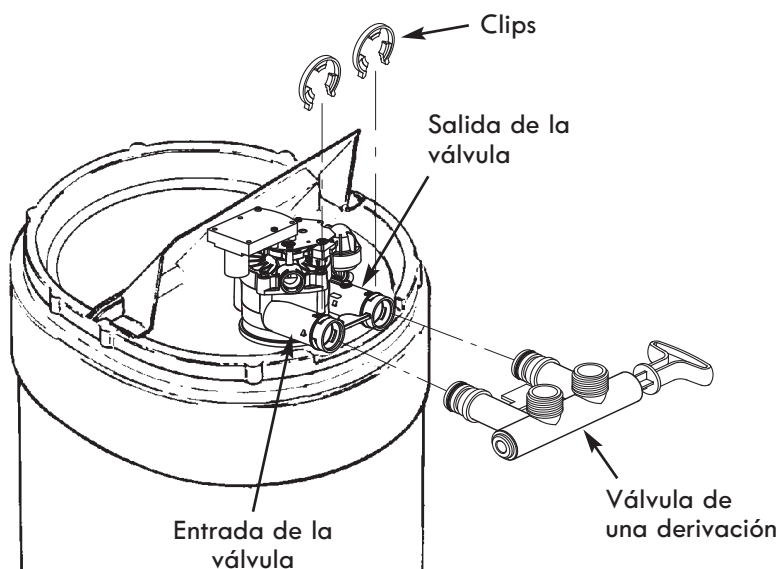
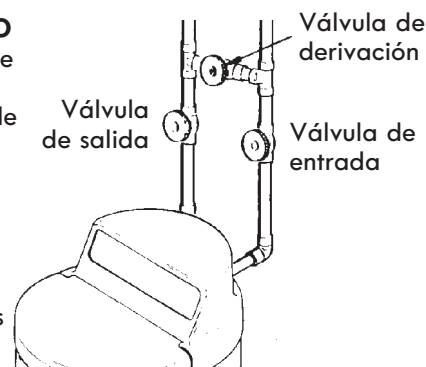

Figura 6
Figura 13
**NOTA:** Siempre instale una válvula de una derivación (incluida), tal como se muestra en la Figura 6; o bien, si lo desea, puede comprar y armar las piezas para un sistema de derivación de 3 válvulas (no incluidas), tal como se aprecia en la Figura 13.